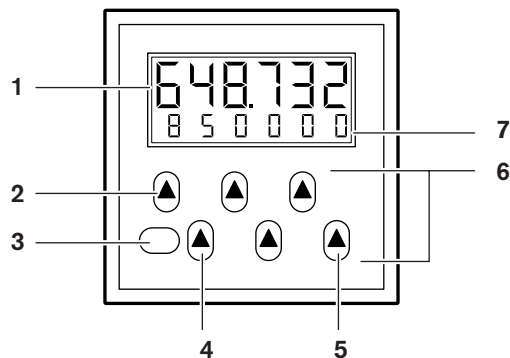

Bild 9: Summen-IO-Zähler
- Reset-Taste (Bild 9/3) und die Tasten der 5. Dekade (Bild 9/4) und 6. Dekade (Bild 9/2) gleichzeitig drücken und gedrückt halten. Auf dem Display erscheint in der unteren Zeile „INIT“ und ein Rückwärtszähler, der im Sekundentakt von 5 bis 0 zählt.
- Taste der 1. Dekade (Bild 9/5) drücken, um zwischen den verschiedenen Einstellungen des jeweiligen Parameters umzuschalten (z. B. add/sub).
- Taste der 6. Dekade (Bild 9/2) drücken, um zum nächsten Parameter zu wechseln. Nach dem letzten Parameter „dp“ springt das Programm wieder zum Anfang.